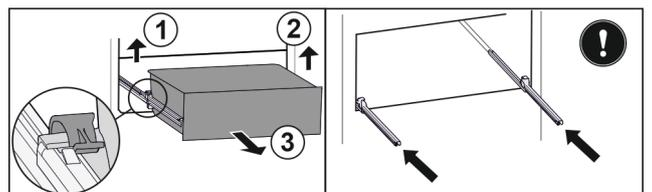

Fig. 58
- ▶ Linke Klemme anheben und gleichzeitig Schubfach links nach vorne ziehen. *Fig. 58 (1)*
- ▶ Rechte Klemme anheben und gleichzeitig Schubfach rechts nach vorne ziehen. *Fig. 58 (2)*
- ▶ Schubfach nach vorne entnehmen. Fig. 58 (3)